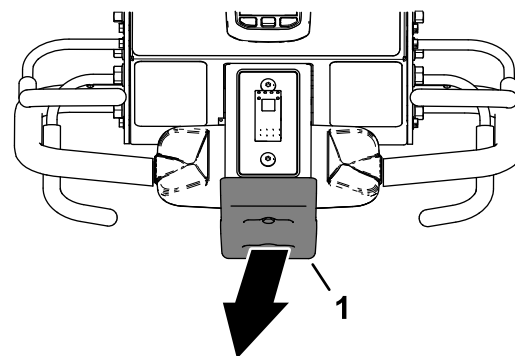

Bild 99
2. Entfernen Sie sich vom Anschlagsschalter (Bild 99).